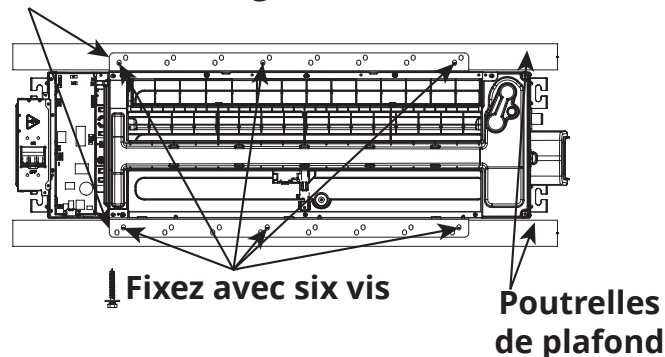

Figure 5.13
3. Ensuite, fixez l'unité aux solives du plafond en installant six vis ST8.0*50 (3 par côté) à travers les trous des brides de fixation de l'unité et dans les solives du plafond. Assurez-vous que les vis sont entièrement enfoncées dans la solive et qu'elles ne se desserreront pas avec le temps (voir la **figure 5.13**). **REMARQUE : Huit vis ST8.0*50 sont fournies, mais seules six sont nécessaires pour réaliser cette étape. Les deux vis restantes sont à conserver comme pièces de rechange.**